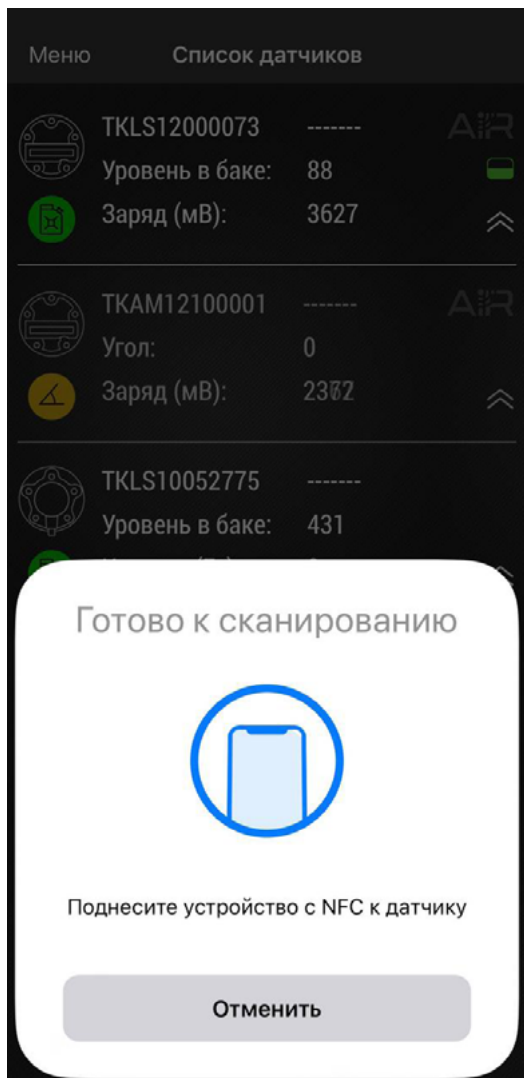

Рис.7. Активация NFC.
- Поднесите NFC сканер мобильного устройства к верхней части датчика TKAM-Air, который нужно активировать (**Рис.7**).